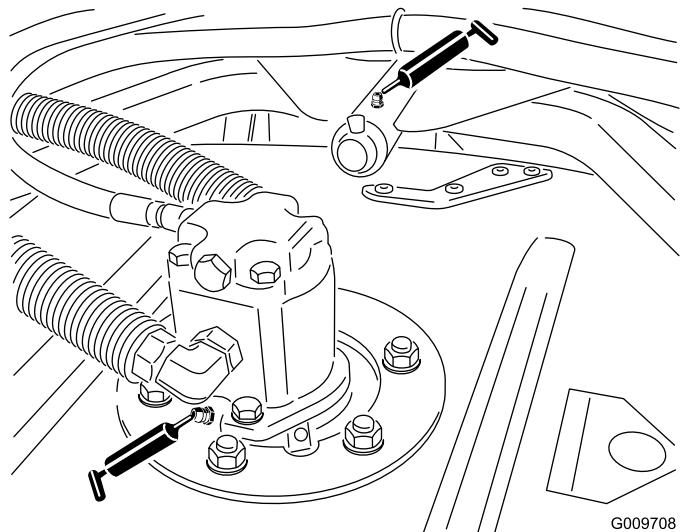

図 25
- ・ カッティングユニットのスピンドル・シャフトのベアリング (各カッティングユニットに1ヶ所) (図 25)
- ・ カッティングユニットのキャリア・アームのブッシュ (各カッティングユニットに1ヶ所) (図 25)